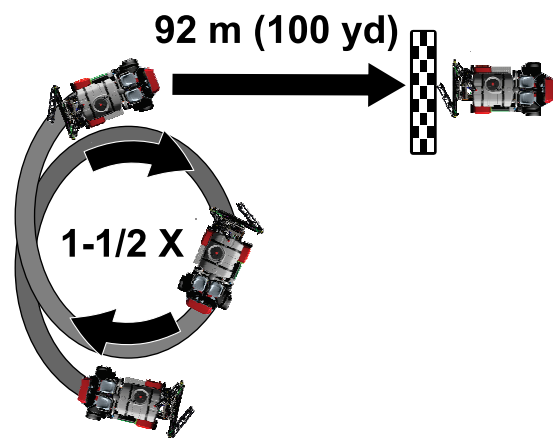

図 74
3. マシンを 1.5 回転旋回させる 図 74。
5. まっすぐに 92m 走行する。 図 74を参照。